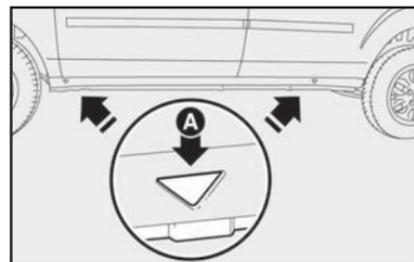
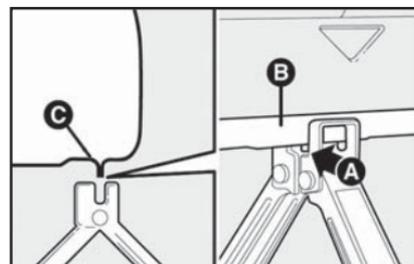
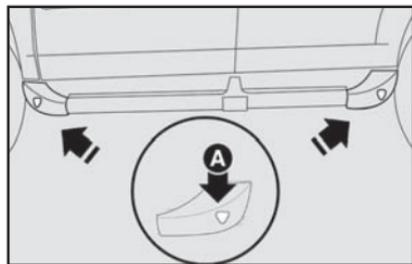

fig. 13
fig. 14
fig. 15
4) Colocar o macaco onde está marcado o símbolo ▼ **A-fig. 13**, perto da roda a substituir, e certificar-se de que a ranhura **A-fig. 14** do macaco esteja bem encaixada na longarina **C**.
Articular o encaixe superior do macaco, posicionando sua ranhura A-fig. 14 no encaixe da longarina C-fig. 14, na região indicada pelo símbolo A-fig. 15, com uma pequena inclinação. Esta operação deve ser feita com cuidado para que o macaco não toque no revestimento plástico do estribo lateral, o que poderia danificá-lo.